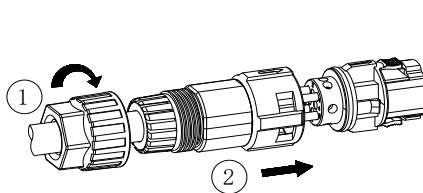

FIG.6 Montagem do conector
4) Aperte a porca de pressão e em seguida empurre a luva rosca para dentro do bujão, conforme FIG.6.